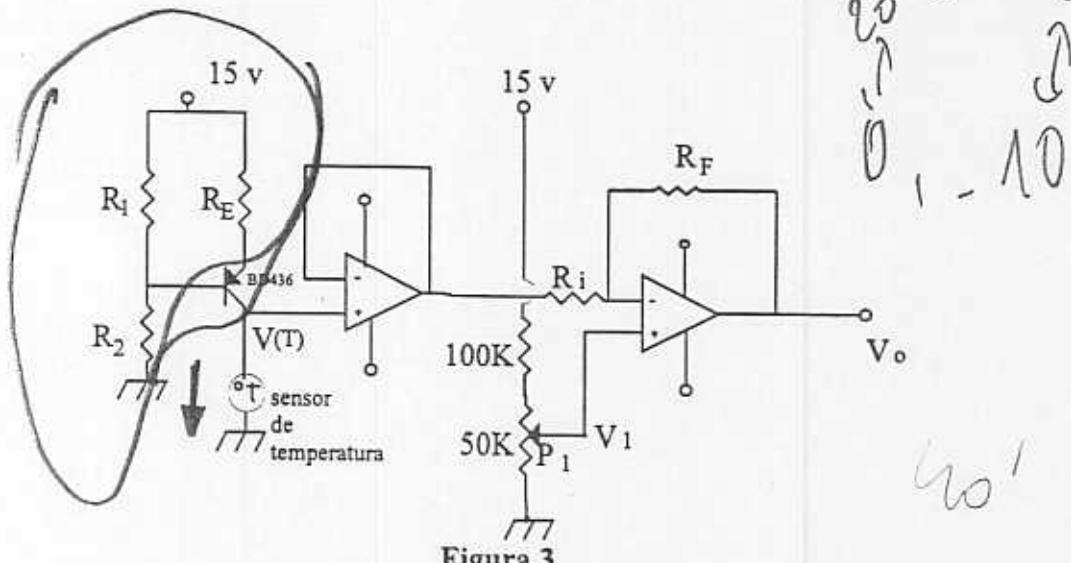

Figura 3
3. Se desea medir la temperatura dentro de una cubeta en un rango de 20 a 80°C, de forma que la tensión de salida varíe de 0 a -10v. Para ello se propone el circuito de la Figura 3.